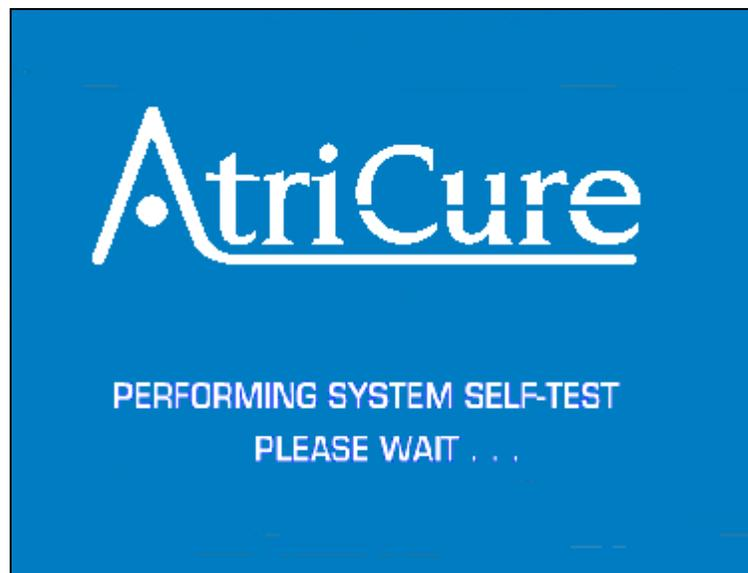

Figura 5 – Display che indica che sono in corso i TEST AUTODIAGNOSTICI
2. Accendere il dispositivo premendo il pulsante di accensione ON/OFF situato sul modulo di distribuzione sul pannello posteriore. Al momento dell'accensione, l'unità esegue una serie di test autodiagnostici di sistema. Vedere la Figura 5. Se tutti i test vengono superati, l'unità si imposta in modalità STANDBY. Se uno o più test autodiagnostici si concludono con un errore, l'unità si imposta in modalità GUASTO. L'avvio del test autodiagnostico è indicato da due brevi toni acustici. L'operatore deve verificare che tali toni vengano emessi.